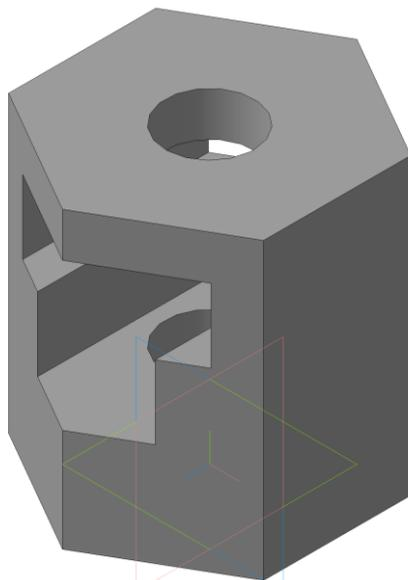

Рис.1.
5. Сформировать модель призматического выреза (рис. 1).